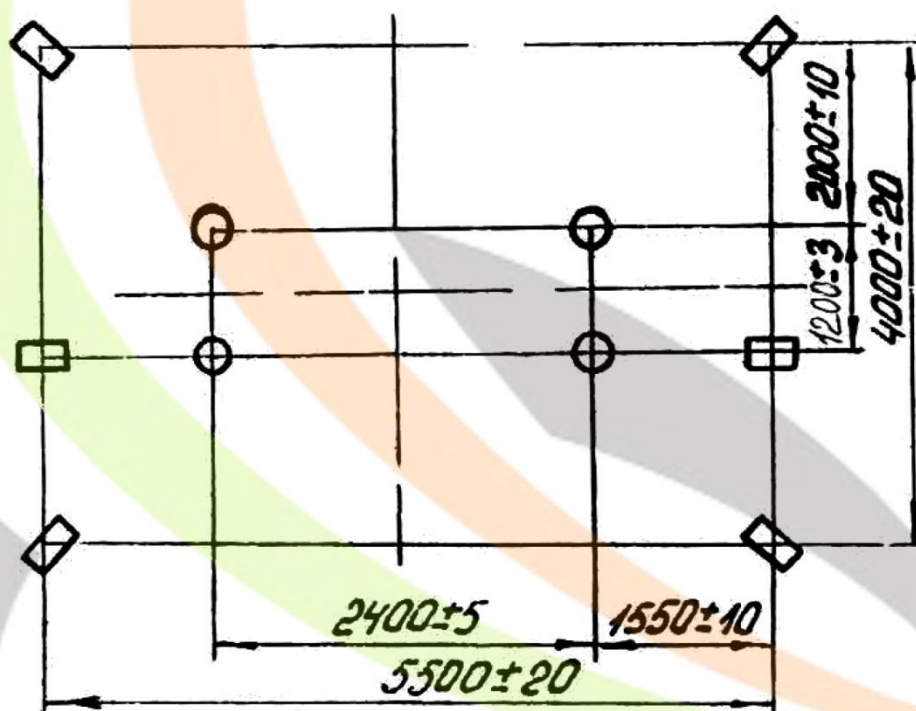

Рис. 2
1. На месте установки брусьев необходимо сделать разметку согласно рис. 2
2. Распакуйте узлы и арматуру, снимите консервационную смазку. В шести точках прямоугольника 5500x4000 (см. рис. 2) заподлицо с полом врежьте крепление к полу и надежно заверните шурупы 6x50.